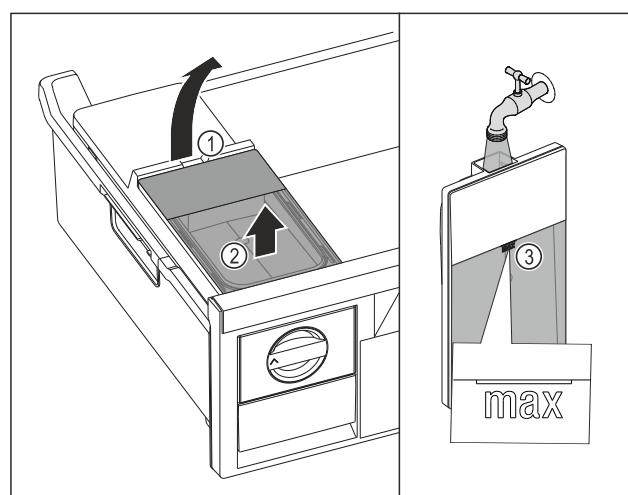

Fig. 91
- Підняти бак для води за заглиблення Fig. 91 (1).
- Вийняти бак для води рухом вгору. Fig. 91 (2)
- Наповнити бак для води питною водою до позначки Fig. 91 (3).